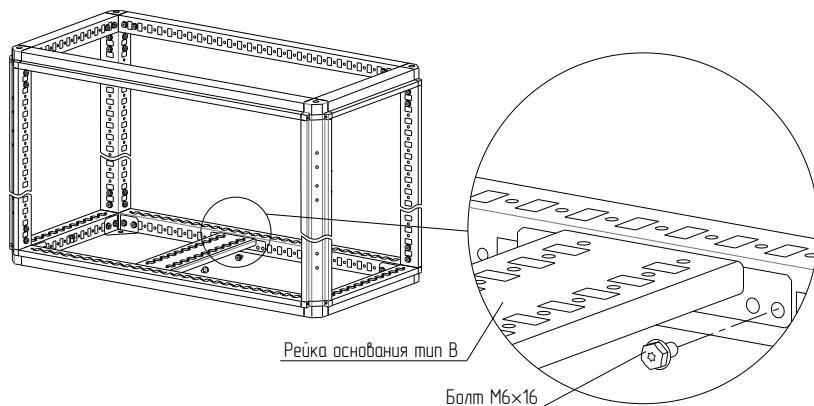

Рисунок 35
4.12.3 Установить рейку основания тип В на основание или крышу и закрепить болтами самонарезающими М6×16 (рисунок 35). Момент затяжки – 7 Н·м. Болты приобрести отдельно.